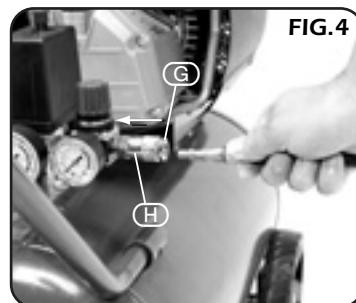

FIG.4
- AIR LINE CONNECTION (Fig.4.):